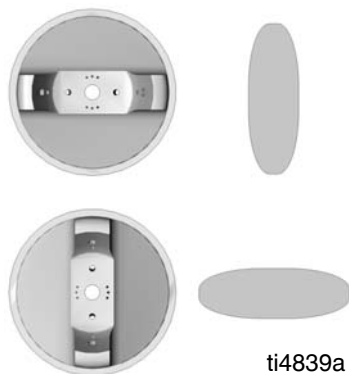

Рис. 2
1. Поворачивайте распылительный ниппель до получения нужной формы распыла. См. Рис. 2